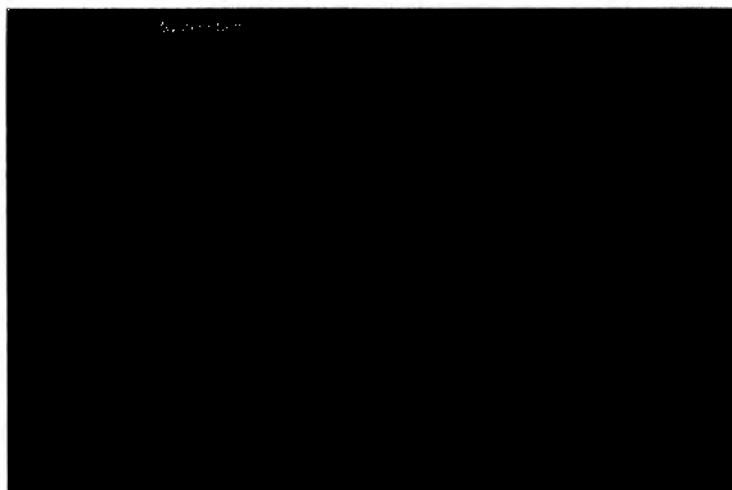

Рисунок 3-4.
- 1) Нажмите клавишу «F11» (настройка); войдите в раздел интерфейса «system» (система), затем выберите «Display Setting» (настройки экрана). См. рисунок 3-4.